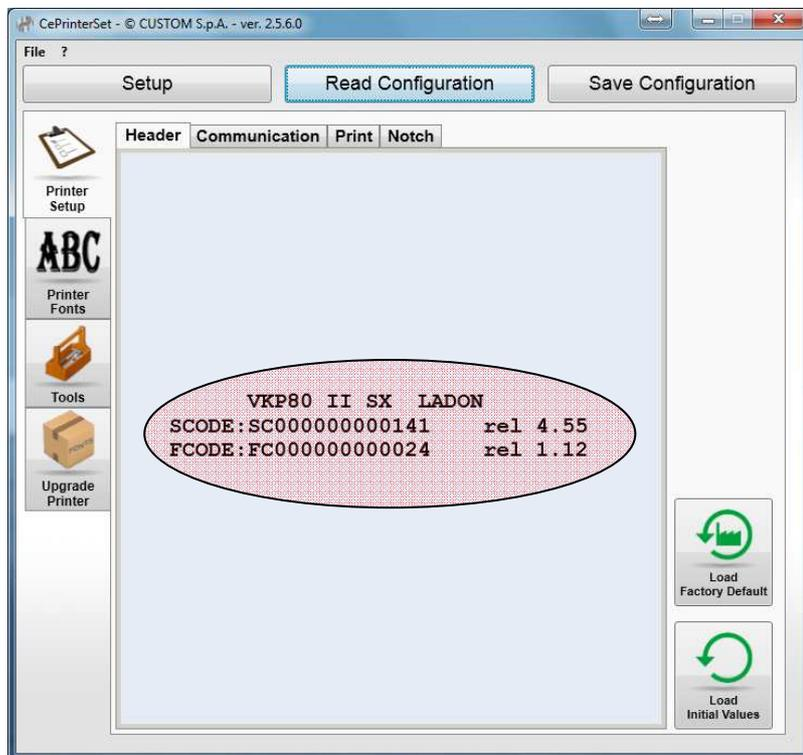

Рисунок 20 – Диалоговое окно настройки
- Откроется диалоговое окно настройки принтера на закладке «Header» над центральным окном (см Рисунок 20).